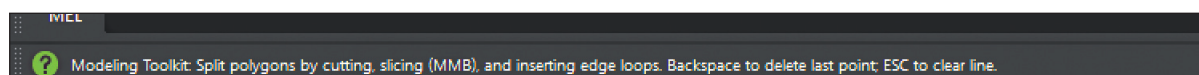

Figura C.13 Help line.
- Nella barra dei menù (In Main Window) compare l'icona di accesso rapido per l'Home Screen (Fig. C.13), utile soprattutto per cambiare rapidamente la cartella progetto oppure per accedere alle varie risorse disponibili.